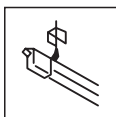

Рисунок 1.
- присоедините скобки к монтажной поверхности винтами (рис. 1), при этом используйте светильник, чтобы рассчитать расстояние между скобками;